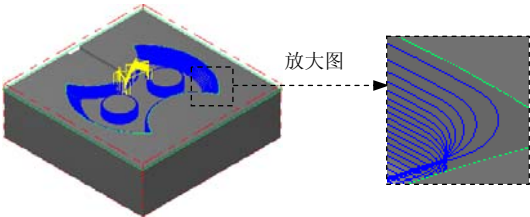

图 22.24 刀具路径
(1) 设置曲面参数。在“曲面粗加工等高外形”对话框中单击“曲面参数”选项卡，在“加工面”文本框中输入值 0.2，“曲面参数”选项卡中的其他参数设置保持系统默认设置。
(2) 设置粗加工等高外形参数。在“曲面粗加工等高外形”对话框中单击“等高外形粗加工参数”选项卡。在“Z 轴最大进给量”文本框中输入 0.5，在“两区段间的路径过渡方式”区域选中“高速回圈”单选选项，在“斜插长度”文本框中输入 5.0。
(3) 单击“曲面粗加工等高外形”对话框中的“确定”按钮，同时在图形区生成图 22.24 所示的刀具路径。